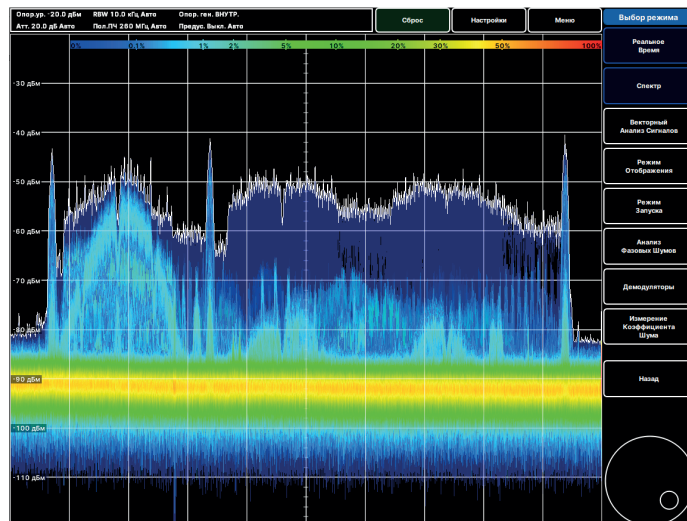

Рис. 19. Анализ спектра в реальном времени
- в меню выбора режима нажмите **Реальное Время / Real-Time Spectrum** (Рис. 19);